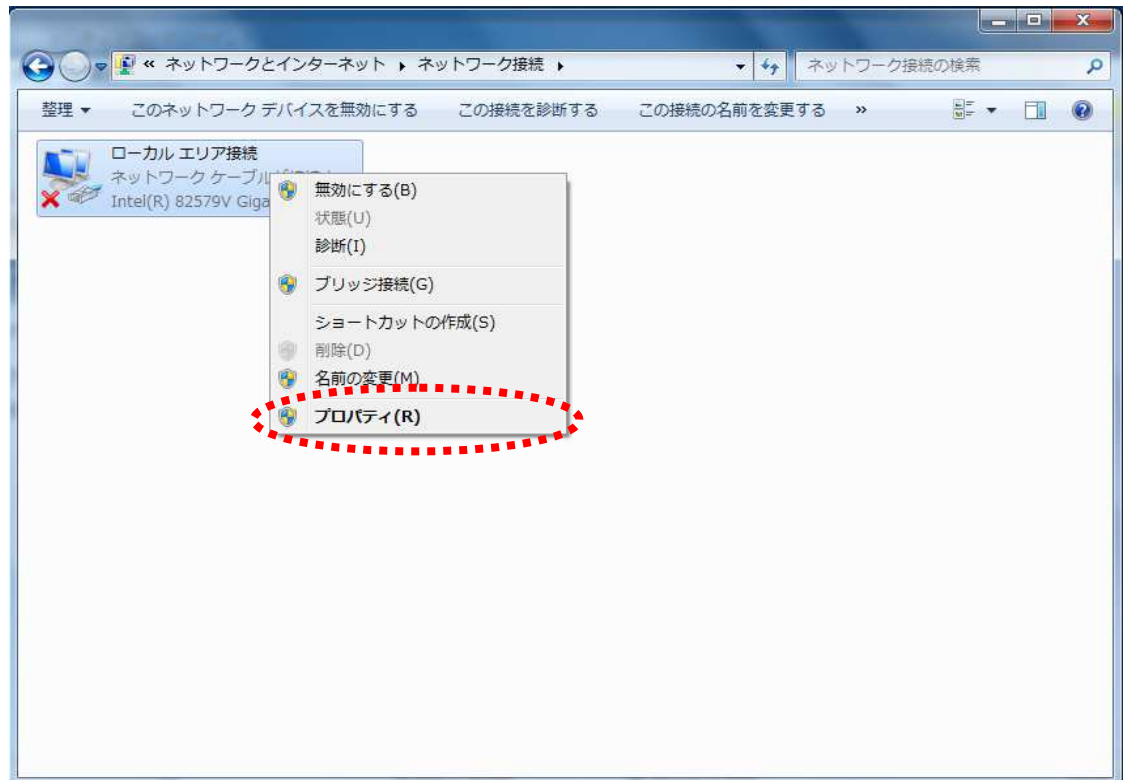

図 4.3 ネットワーク接続画面
- ④「ネットワーク接続」の画面（図 4.3）が表示されますので、「ローカルエリア接続」のアイコン上で右クリックし、表示されるメニューの「プロパティ（R）」を押してください。